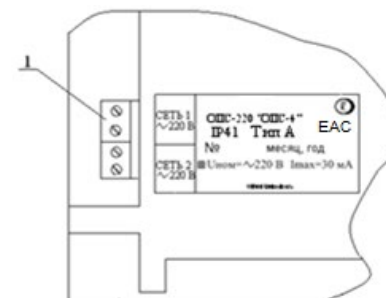

Рисунок 1
1.3.3 Оповещатель подключается к сети переменного тока частотой 50 Гц, с помощью клеммной колодки 1 (рисунок 1), расположенной на задней стенке основания оповещателя.